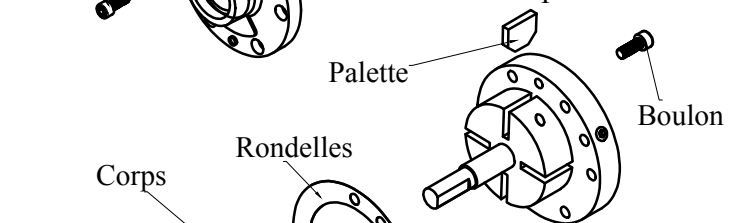
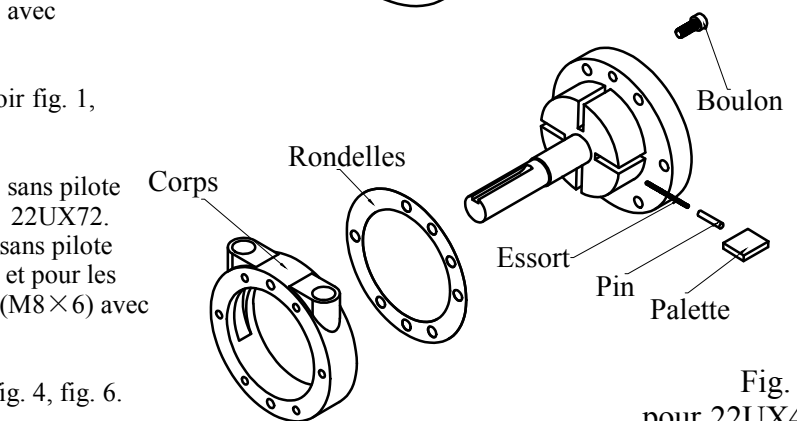

Fig. 2
Fig. 4
- Retirez le corps et les palettes. Voir fig. 2, fig. 4, fig. 6.